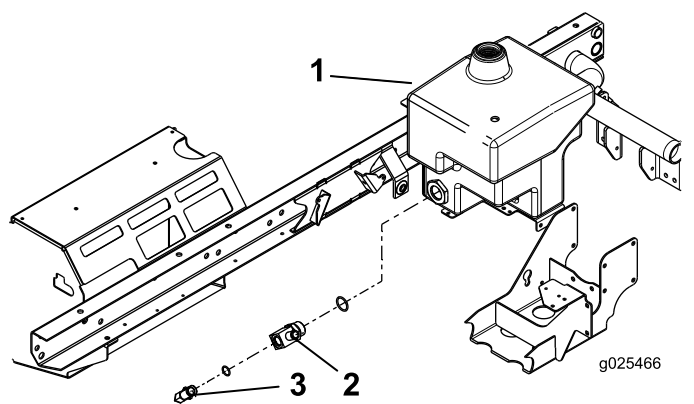

Figura 11
1. Montate il raccordo a T grande nel serbatoio idraulico senza serrarlo (Figura 11).
2. Montate il raccordo a 90° sul raccordo a T grande (Figura 11).